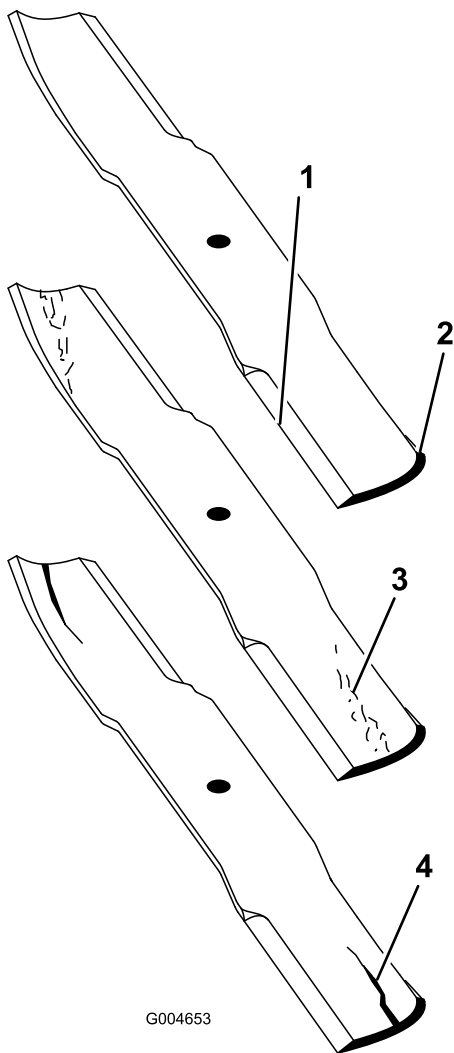

Рисунок 86
2. Осторожно проверьте режущие кромки ножей, особенно в точке соединения плоской и изогнутой частей ножа (**Рисунок 86**).
Примечание: Так как песок и абразивные материалы могут вызвать износ металла, соединяющего плоскую и изогнутую части ножа, проверьте нож перед использованием газонокосилки. Если нож изношен (**Рисунок 86**), замените его.